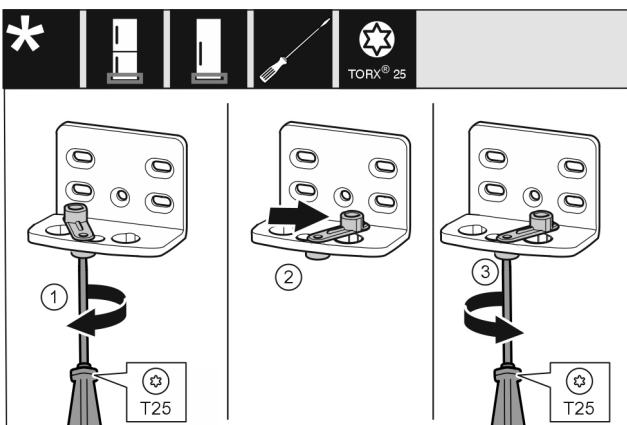

Fig. 12
- Visser sans serrer la vis Fig. 12 (1) avec un tournevis.
- Soulever l'aide à la fermeture de la porte Fig. 12 (2) et la tourner à 90° vers la droite dans l'alésage.
- Serrer la vis Fig. 12 (3) avec un tournevis.